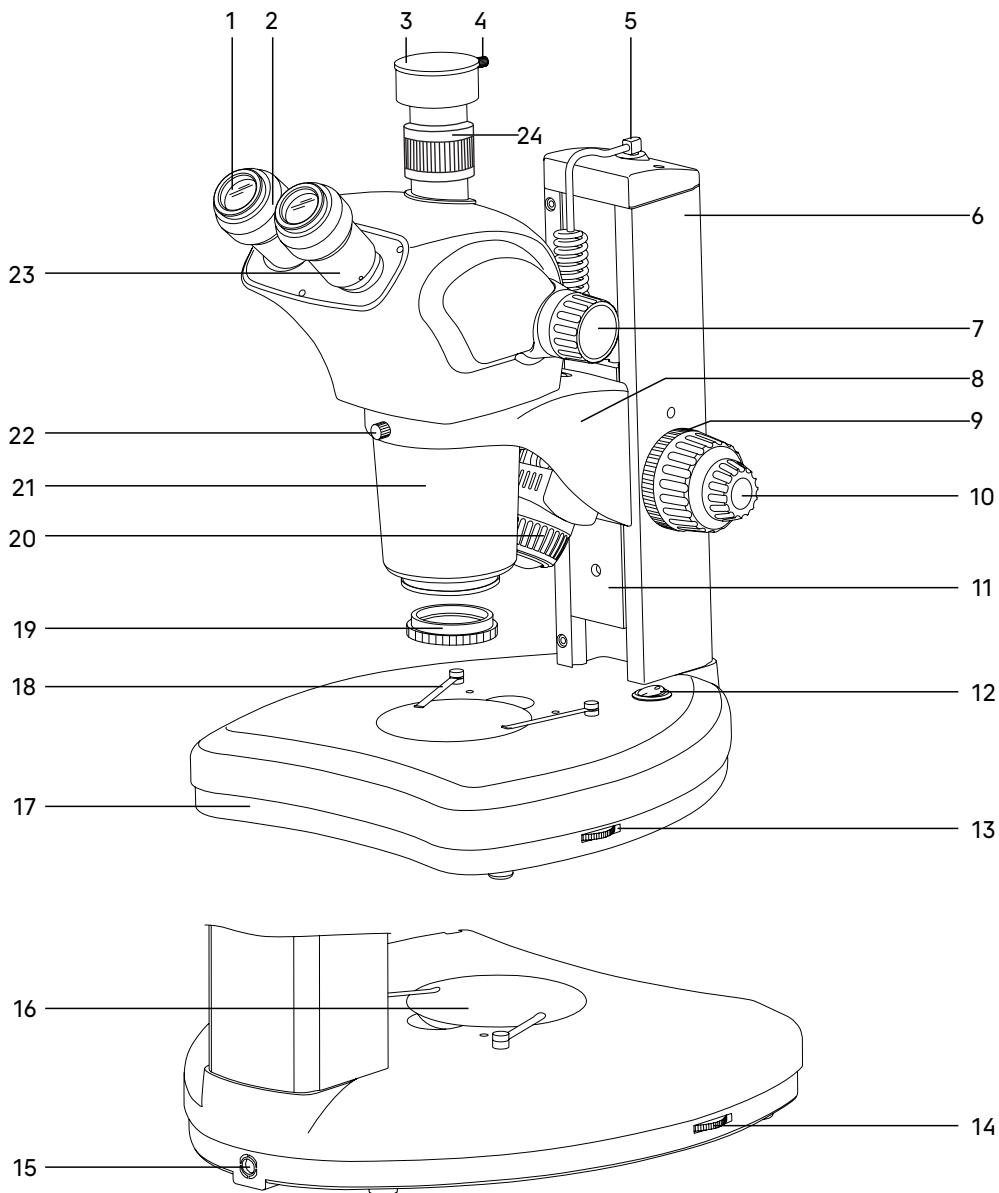

Рис. 1. Микроскоп MAGUS Stereo 9Т
Полный состав микроскопа указан в разделе 8 данного руководства по эксплуатации. Общий вид микроскопа представлен на рис. 1 и 2.
Общий вид микроскопа представлен на рис. 1.
Штатив микроскопа 6 (рис.1) закреплен на основании 17 (рис. 1). Штатив несъемный.
В штативе располагается механизм фокусировки 11 (рис. 1), на который крепится кронштейн 8 (рис. 1) для установки оптической головки. Наверху штатива гнездо для подключения шнура осветителя отраженного света 5 (рис. 1)
В основании 17 (рис. 1) расположен блок питания и источник проходящего света – светодиод. Матовая пластина 16 (рис. 1) обеспечивает рассеивание света и равномерное освещение всей плоскости исследуемого объекта. Выключатель 12 (рис. 1) служит для включения и выключения источника света.
Регулировка яркости осветителя отраженного света осуществляется диском 14 (рис. 1), проходящего света диском 13 (рис. 1).
Основание так же выполняет функцию предметного столика. Объект исследования располагают на пластине 16 (рис. 1). Пластина устанавливается в гнездо основания. Диаметр пластины – 90 мм.
При необходимости объект можно закрепить на пластине двумя прижимами 18 (рис. 1).
Фокусировочный механизм 11 (рис. 1) перемещается в штативе 6 (рис. 1), обеспечивая фокусировку на объект в соответствии с высотой объекта и рабочим расстоянием объектива.
Кронштейн 8 (рис. 1) закреплен на фокусировочном механизме. Вертикальное эффективное движение составляет 83 мм.
В кронштейне устанавливается оптическая головка и закрепляется в кронштейне винтом 22 (рис. 1). Оптическую головку можно повернуть внутри кольца кронштейна и зафиксировать в любом удобном положении.
В окулярные тубусы визуальной насадки 23 (рис. 1) устанавливаются окуляры 1 (рис. 1). Тубусы разводятся в соответствии с глазной базой наблюдателя в пределах от 53 до 75 мм.
В вертикальный тубус 24 (рис. 1) корпуса визуальной насадки (канал визуализации) для фиксации камеры (видеоокуляра) устанавливается переходник c-mount 1x. Камера служит для вывода изображения на экран компьютера или монитор/телевизор.
Трансфокаторный объектив 21 (рис. 1) имеет увеличение от 0,7 до 6,3 крат и позволяет в процессе наблюдения плавно изменять увеличение в 9 раз без потери качества и с сохранением большого рабочего расстояния – 110 мм.
Увеличение микроскопа изменяется при помощи вращения рукоятки 7 (рис. 1).
Окуляры увеличением 10x имеют линейное поле зрения 22 мм (WF 10x/22). Каждый окуляр имеет диоптрийную подвижку 2 (рис. 1). Окулярные тубусы имеют надежную конструкцию крепления окуляров, которая исключает возможность случайного выпадения окуляров при перемещении микроскопа. Окуляры закрепляются в тубусах винтами.
Осветитель косого освещения **20** (рис. 1) зафиксирован в кронштейне. Штекер осветителя устанавливается в гнездо штатива **5** (рис. 1).
- Установите пластину **16** (рис. 1). При работе с прозрачными объектами выбирайте стеклянную пластину. При работе с непрозрачными объектами выбирайте черно-белую пластину. Для повышения контраста темные объекты исследуются на белой стороне пластины, светлые – на черной стороне.
- Установите прижимы **18** (рис. 1).
- Установите оптическую головку в кольцо кронштейна **8** (рис. 1). Закрепите оптическую головку винтом **22** (рис. 1). Не следует затягивать винт слишком сильно.
- Рукоятки регулировки освещенности объекта **13** и **14** (рис. 1) установите в минимальное положение.
- Подключите шнур питания в разъем **15** (рис. 1). Включите шнур в розетку электропитания.
Установите минимальное увеличение объектива 0,75х вращением рукоятки смены увеличения 7 (рис. 1).
Для компенсации аметропии глаз наблюдателя используйте диоптрийную подвижку окуляров. Изначально следует выставить диоптрийную подвижку на обоих окулярах на ноль, для этого вращением кольца 2 (рис. 1) совместить «0» с меткой «|».
Наблюдая в окуляр, установленный в правый окулярный тубус (при этом левый глаз закрыт) сфокусируйтесь на четкое изображение объекта. Наблюдая в окуляр, установленный в левый окулярный тубус (при этом правый глаз закрыт), и не трогая рукояток фокусировочного механизма, добейтесь резкого изображения объекта в левом окулярном тубусе вращением кольца 2 (рис. 1) диоптрийного механизма окуляра.